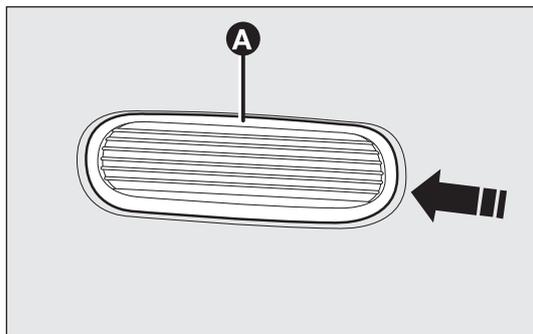

fig. 147
- empuje la pantalla transparente A-fig. 147 en el sentido de marcha del vehículo y extráigala (está fijada a presión);